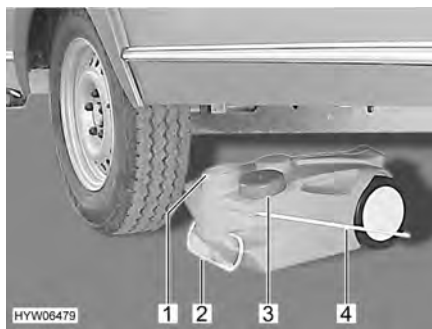

Bild 158 Avloppstank, mobil
- Stäng avloppstankens öppning (Bild 158,1) med locket (Bild 158,3).
- Drag i handtaget (Bild 158,2) för att dra ut avloppstanken.
- Fäll upp bärhandtaget (Bild 158,4) och ställ upp avloppstanken.